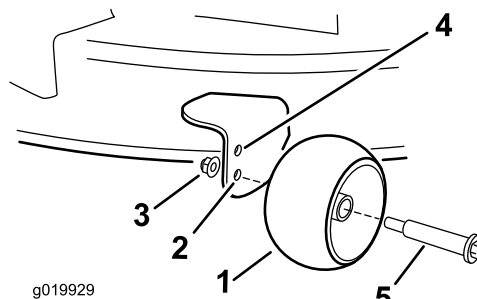

Figura 22
de corte de 63 mm (2-1/2 pulgadas) o menos (Figura 22).
- Taladro inferior—utilice esta posición cuando la carcasa de corte está en la posición de altura de corte de 76 mm (2-1/2 pulgadas) o más (Figura 22).